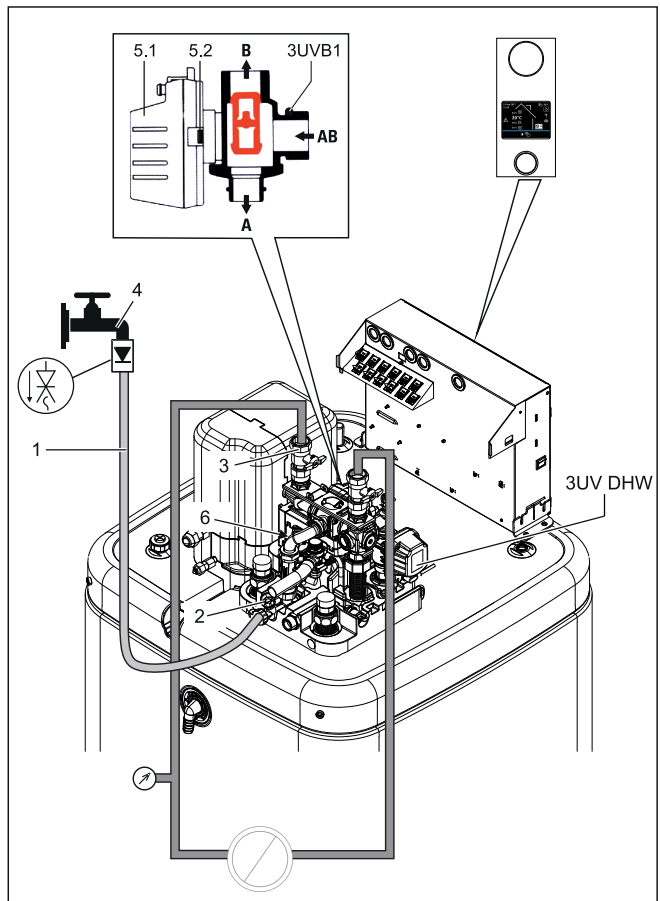

Bild 17-2 Heizungskreislauf befüllen
- 1 Füllschlauch (Bild 17-2, Pos. 1) mit Rückflussverhinderer (1/2") und einem externen Manometer (bauseitig) an den KFE-Hahn (Bild 17-2, Pos. 2) anschließen und gegen Abrutschen mit einer Schlauchschelle sichern.
- 3 Wasserhahn (Bild 17-2, Pos. 4) der Zuleitung öffnen.
- 4 KFE-Hahn (Bild 17-2, Pos. 2) öffnen und Manometer beobachten.
- 7 Wasserhahn (Bild 17-2, Pos. 4) schließen. KFE-Hahn muss offen bleiben, um den Wasserdruck am externen Manometer ablesen zu können.
- 10 Während des Warmwasserheizbetriebs ständig den Wasserdruck am externen Manometer prüfen und gegebenenfalls Wasser über den KFE-Hahn (Bild 17-2, Pos. 2) nachfüllen.
- 12 Wasserdruck am externen Manometer erneut prüfen und gegebenenfalls Wasser über den KFE-Hahn (Bild 17-2, Pos. 2) nachfüllen.
- 13 Füllschlauch (Bild 17-2, Pos. 1) mit Rückflussverhinderer vom KFE-Hahn (Bild 17-2, Pos. 2) entfernen.
Tab. 17-2 Legende zu Bild 17-2